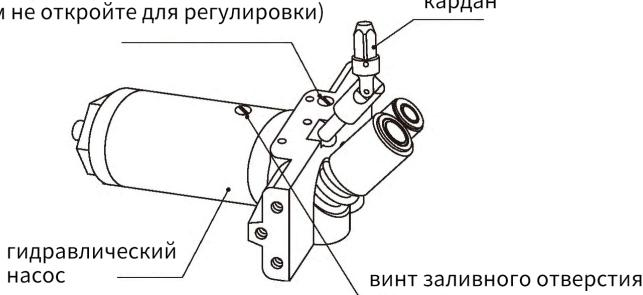

рисунок 2
- a) Ослабьте винт заливного отверстия, но извлеките винт (см. Рисунок 2) .
- e) Затяните винт заливного отверстия (см. Рисунок 2) .
- a) Извлеките винт заливного отверстия (см. Рисунок 2) .
- b) Выровняйте с заливным отверстием и медленно заливайте подходящее гидравлическое масло (см. Рисунок 2) до тех пор, пока оно не окажется на расстоянии 0,6 см от заливного отверстия **(Внимание: не нажимайте на рукоятку при заливке масла)** .